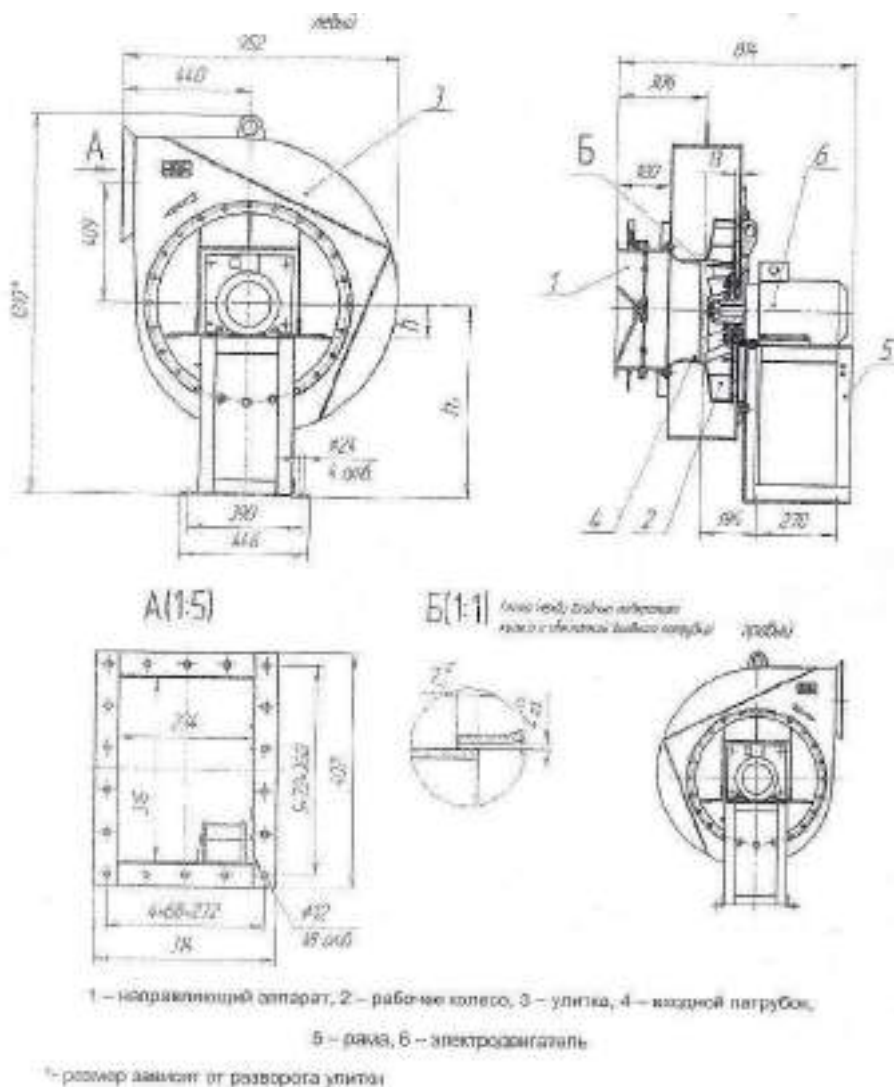

Рис.21- Габаритные и установочные размеры дымососа
21.7.6 Проверить радиальный зазор между входным отверстием колеса и кольцом входного конуса (см. рисунок 21). При необходимости произвести регулировку зазора смещением электродвигателя, после чего надежно